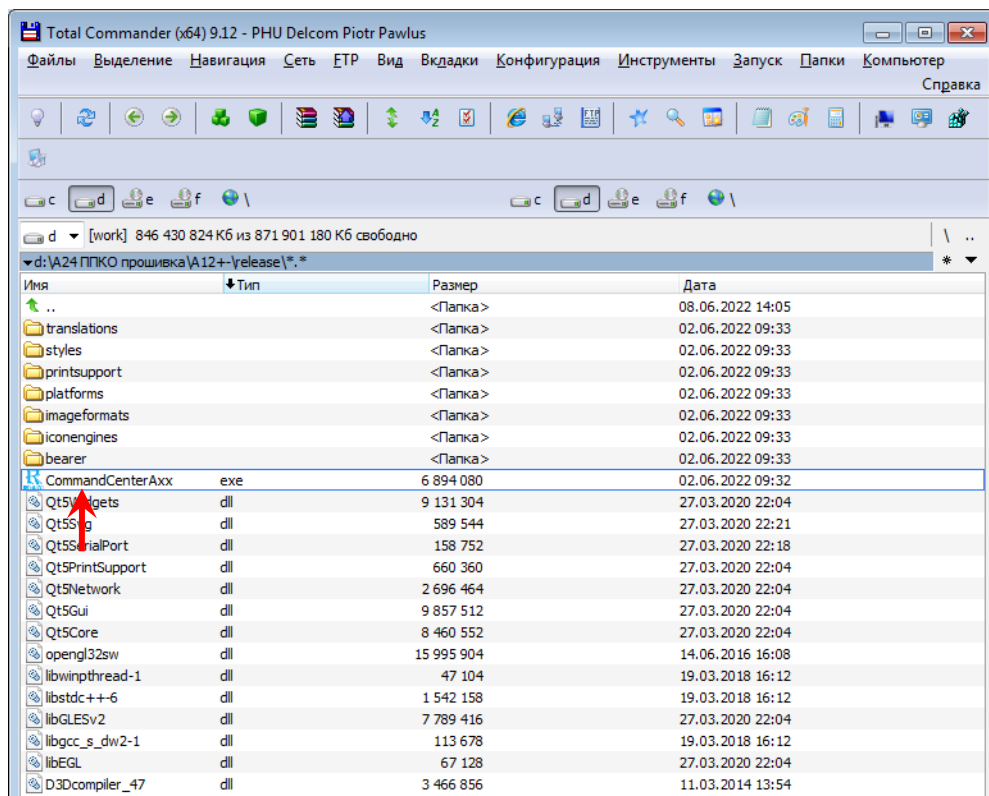

Рис. 3. Запуск ПО
6) дважды кликнуть на исполняемый файл «CommandCenterAxх.exe», запустить ПО (см. рисунок 3).
- 3) Дважды кликнуть на исполняемый файл «ComandCenterAxx.exe», запустить ПО (см. рисунок 3).